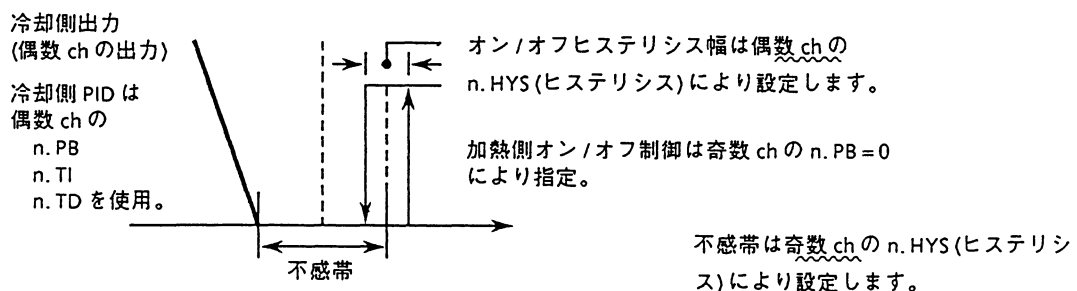

図 5.18
- 不感帯は、奇数チャンネルのヒステリシス (n.HYS: 制御パラメータ, 表 5.1) で設定します (図 5.17)。また、片側 (加熱側あるいは冷却側) を PID 制御, 一方を ON-OFF 制御とすることも可能です。この場合のオン/オフヒステリシス幅は、偶数チャンネルの n.HYS により設定します (図 5.18)。